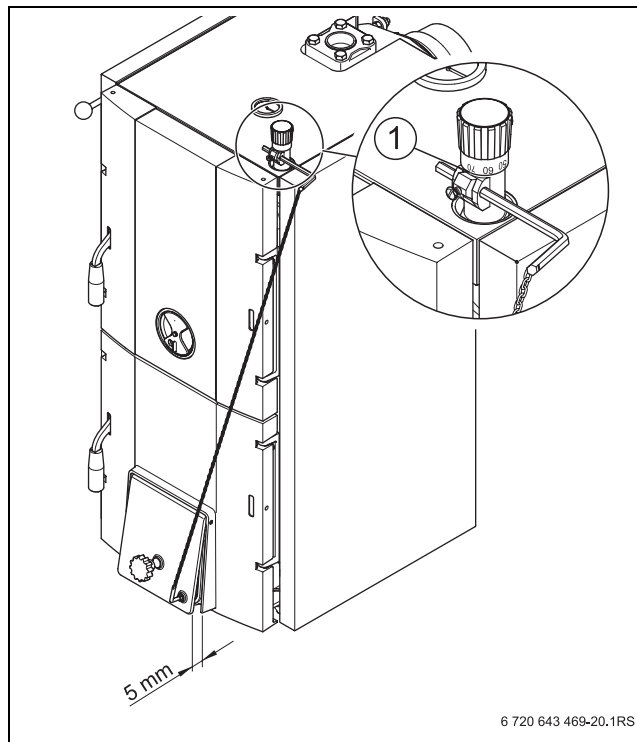

Рис. 4 Настройка регулятора горения
- ▶ Регулировка производится по красной шкале регулятора горения. Установите регулятор горения на красную метку (85 °C) (→ рис. 4).